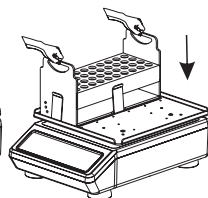

figura 4
3. Agganciare verticalmente il rack fisso per provette nel supporto e assicurarsi che non vi sia spazio tra il rack e il supporto (figura 4).